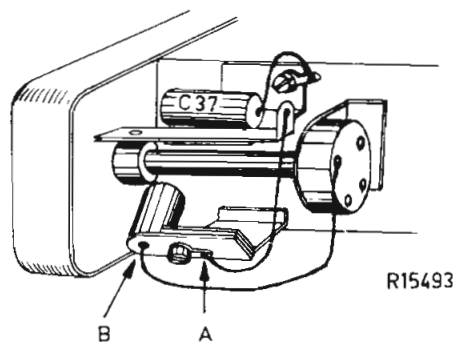

fig. 3
2. De condensator C 37 wordt op de in fig. 3 aangegeven wijze met het chassis verbonden.
3. Het toonschakelaartje wordt nu gebruikt om het lampje te kunnen schakelen, zie fig. 3.